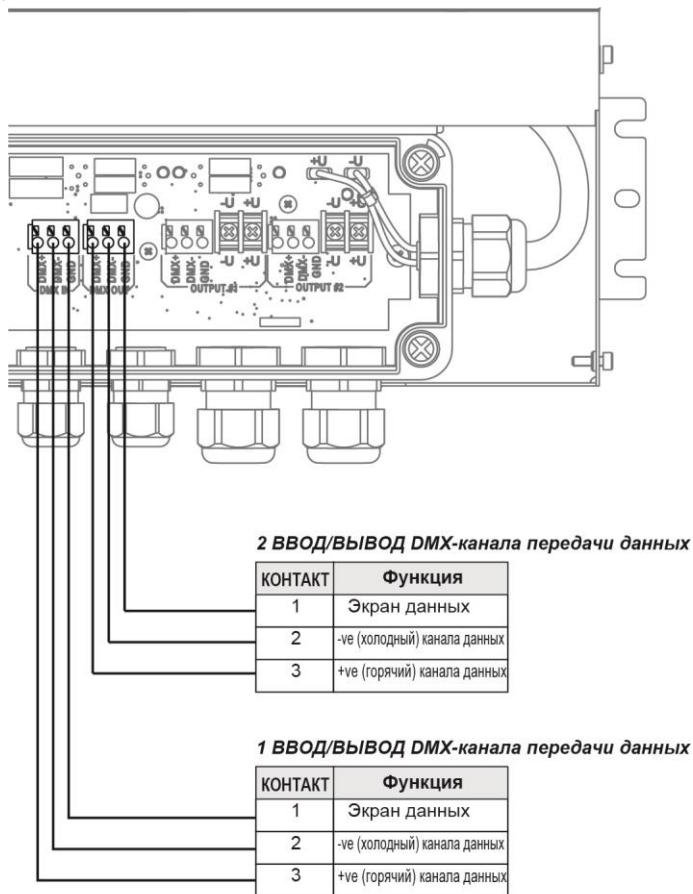

Рис. 12. Распиновка DMX-канала данных управления в блоке питания
4. См. Рис. 12. Подключите провода DMX-кабеля для передачи данных к клеммам, обозначенным как **DMX IN (DMX ВВОД)** в блоке питания следующим образом: